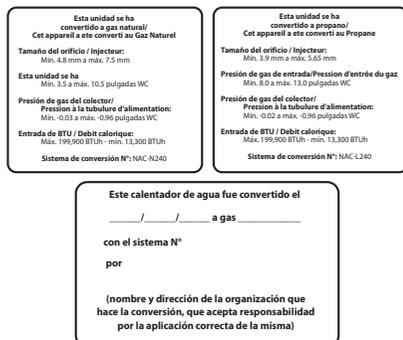

Figura 11. Colocación correcta de las etiquetas de conversión de gas
13. Una vez confirmados los valores de CO2 o desviación, aplique las etiquetas de conversión incluidas para demostrar que el aparato ha sido convertido a gas natural. Coloque las etiquetas en posición adyacente a la placa de clasificación, como se muestra en la Figura 11.